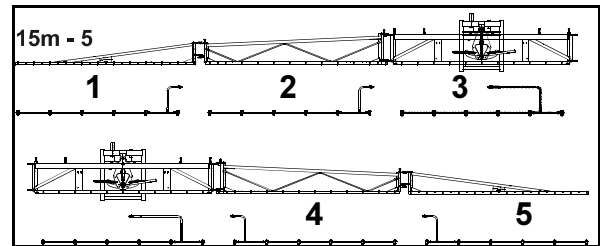

Fig. 67
4. Ange N-faktorn via funktionsknappen  i cm. Sprutans hjul ska börja styra på samma ställe som traktorns bakhjul (Fig. 67/1)!
- Öka mått a (Fig. 67) till N-faktorn.
- Minska mått b (Fig. 67) från N-faktorn.